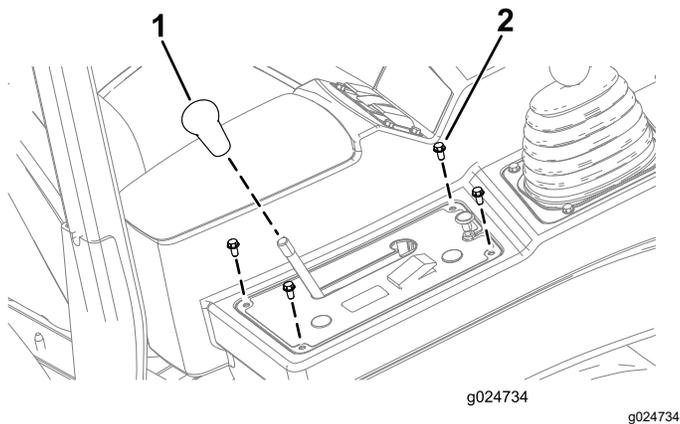

Figura 13
1. Staccate il pomello dall'asta di bloccaggio del differenziale (Figura 13).